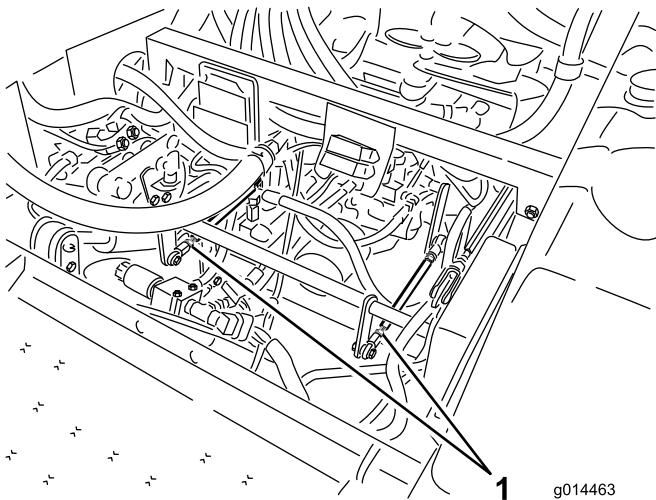

図 50
- ・ 左後タイヤが回転している場合には、左側トランスミッション・コントロールロッドのジャムナットをゆるめる (図 50)。